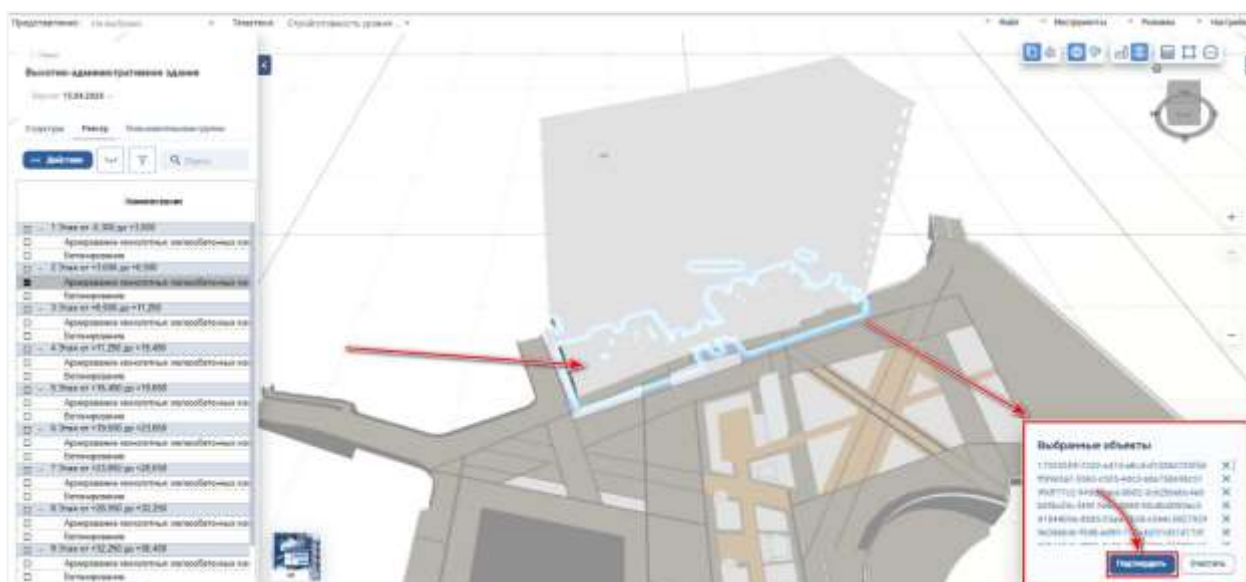

Рисунок 10. Подтверждение привязки элементов дисциплины к объекту BIM
- нажать кнопку «Подтвердить» (Рисунок 10).